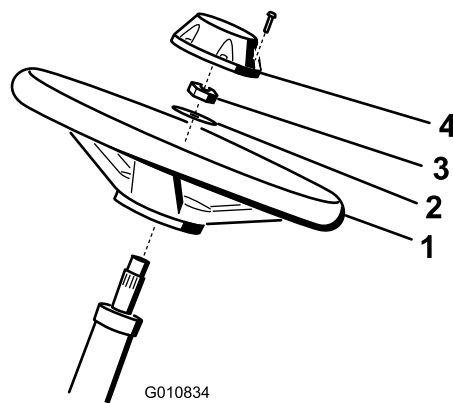

図 4
1. ハンドルをステアリングシャフトにはめ込む 図 4。
2. ワッシャをステアリングシャフトにはめ込む 図 4。
3. ロックナットでハンドルを固定し、27 35N・m 2.83.6kg/m = 2026ft-lb にトルク締めする 図 4。
4. キャップを取り付け、ボルト6本で固定する 図 4。